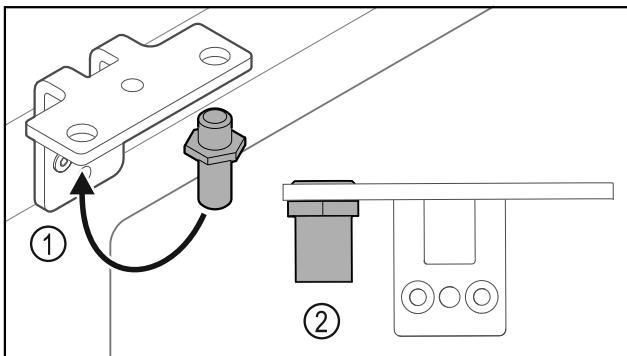

Fig. 34
- Flytta bulten Fig. 34 (1) i gångjärnsfästet.
- Dra åt bulten Fig. 34 (2) med ett **vridmoment på 12 Nm**.